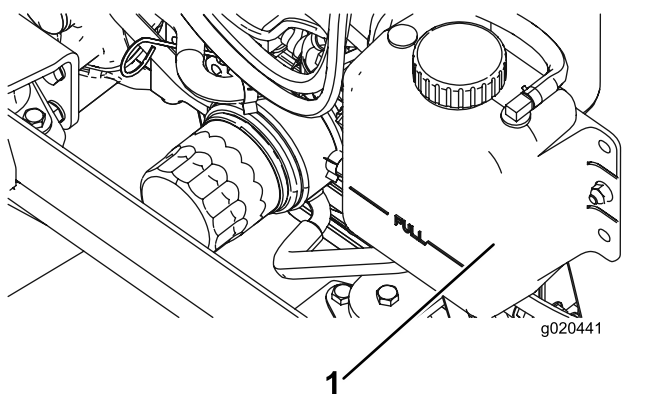

Figura 76
1. Retire cuidadosamente el tapón del radiador y el tapón del depósito de expansión (Figura 76).